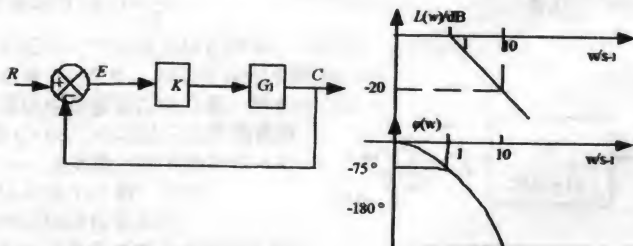
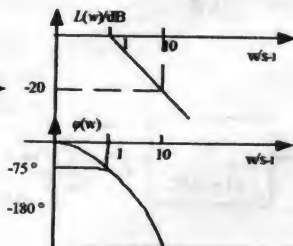

图 4
图 5
3. (20%) 单位负反馈系统如图 4, 环节 $G_1(s)$ 的频率特性 $G_1(j\omega)$ (幅频折线图和相频图) 如图 5。